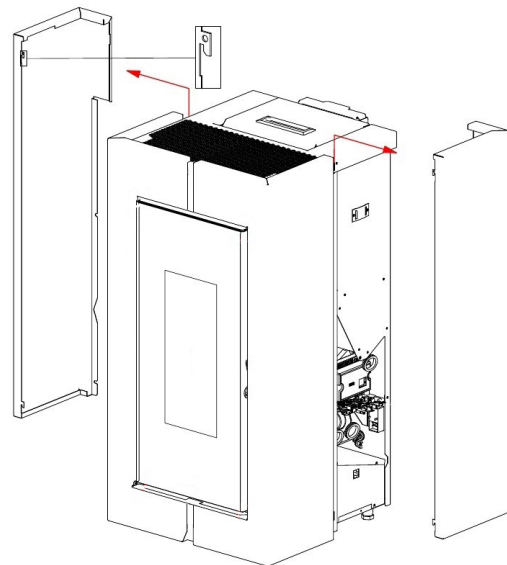

Fig. 28 - De zijpanelen losmaken
- De achterste zijpanelen losmaken (zie Fig. 28 op pag. 20).